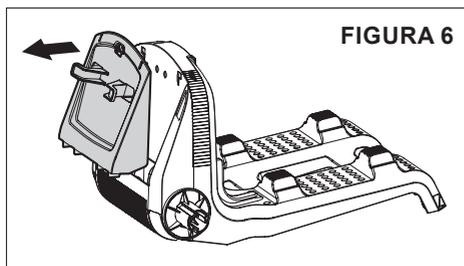

FIGURA 6
1. Mientras sostiene el chasis del carrito en su lugar, tire de la parte superior del soporte del cable de comunicación en forma recta hacia afuera hasta que se desprenda. Ver **Figura 6**.